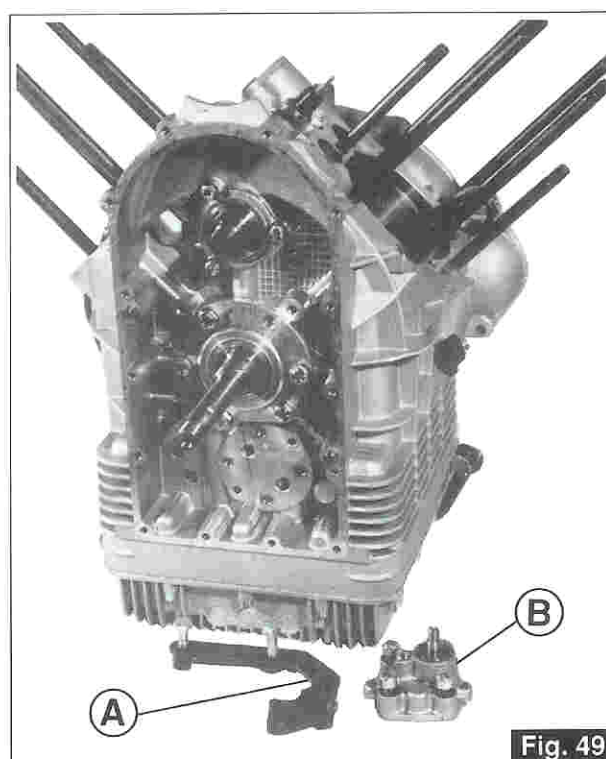

Fig. 49
- Smontare il tendicatena della distribuzione «A» e la pompa dell'olio «B» (Fig. 49).
- Remove drive chain tensioner «A» and oil pump «B» (Fig. 49).